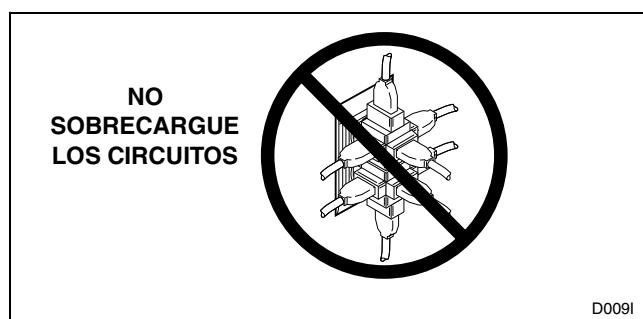

Figura 18
- NO USE OTROS APARATOS ELÉCTRICOS MIENTRAS ESTE APARATO ESTÉ FUNCIONANDO. ¡NO SOBRECARGUE LOS CIRCUITOS! Consulte la *Figura 18*.